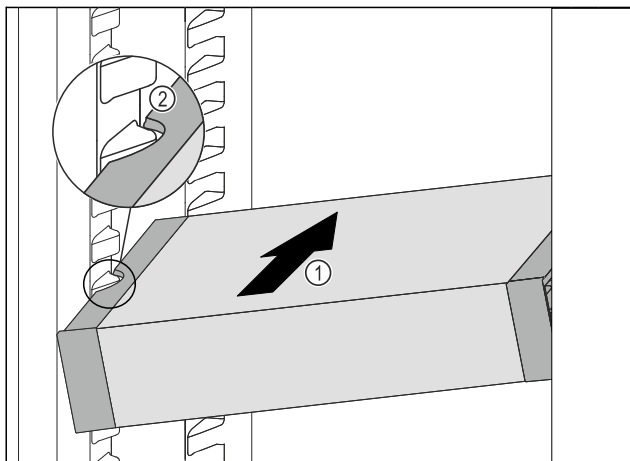

Fig. 98
- ▶ Împingeți VarioSafe oblic în frigider Fig. 98 (1), până când degajările laterale Fig. 98 (2) ale VarioSafese află la înălțimea nervurii recipientului din frigider.